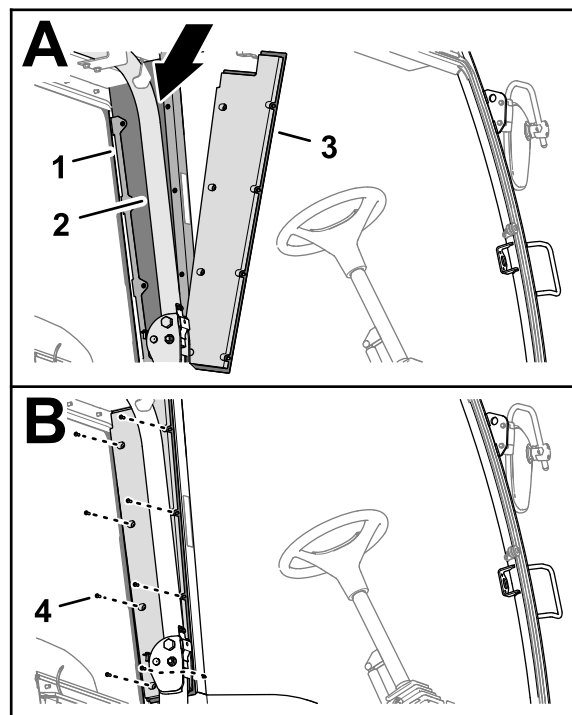

Figure 28
- Utilisez les boulons retirés précédemment pour fixer l'ensemble de protection arrière du montant (soit, les tampons isolants extérieurs, les caches arrière et les panneaux insonorisants) sur les supports correspondants (Figure 28).